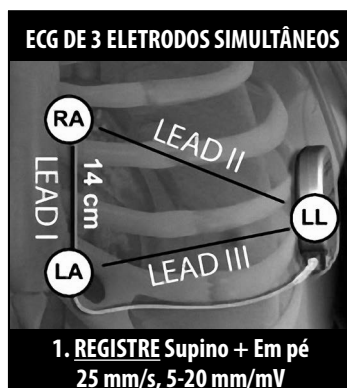

Figura 2: Colocação típica de eletrodos do ECG de superfície para a triagem de pacientes
1. Para realizar o processo de triagem do paciente, deve ser obtido um equivalente da superfície dos vetores de detecção subcutânea. É importante coletar o ECG de superfície no local onde está prevista a colocação do implante do Sistema S-ICD. Ao colocar o Sistema S-ICD no local típico do implante, o eletrodo do ECG de superfície deverá ser posicionado conforme descrito a seguir (*Figura 2*). Se for desejada a colocação de um eletrodo do Sistema S-ICD ou gerador de pulsos não padrão, os locais do eletrodo do ECG de superfície deverão ser modificados adequadamente.